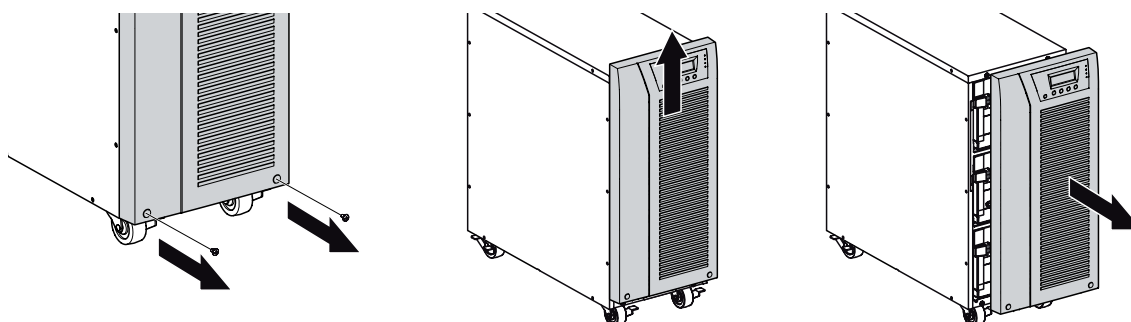

Abbildung 5. Entfernen der Frontblende von der USV.
1. Frontblende der USV entfernen (siehe Abbildung 5).